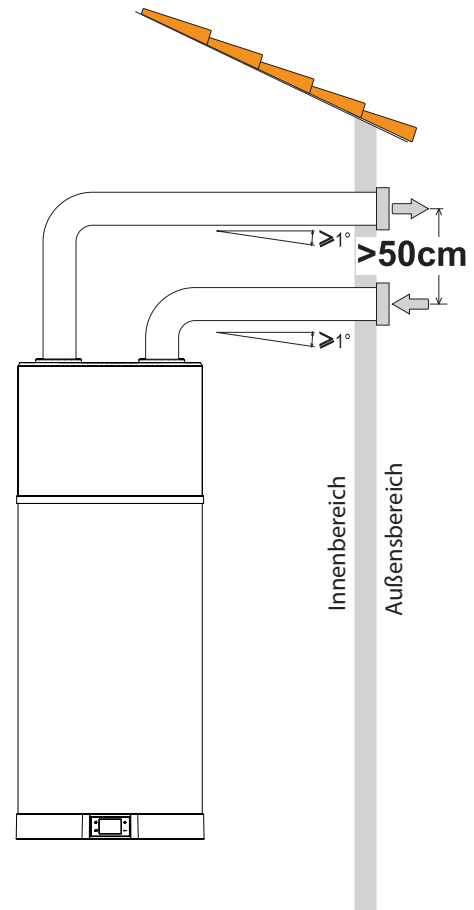

Abb. 32 - Beispiel für einen Luftauslassanschluss
- Erstellen Sie einen speziellen Luftkanal, wie in Abb. 32 angegeben.